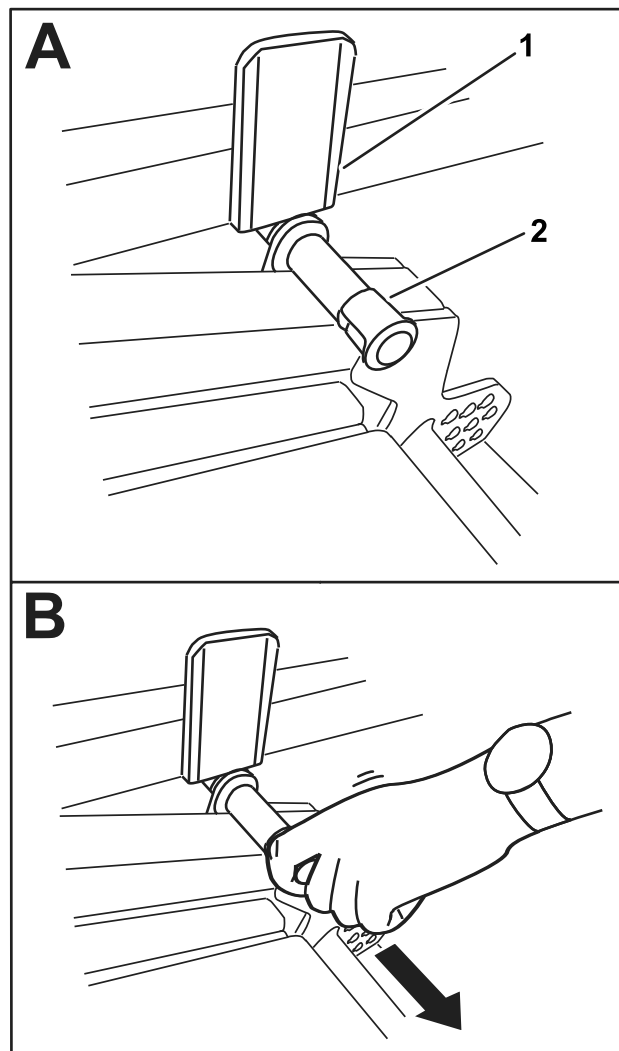

Figura 38
2. Ruotate lentamente l'apparato di taglio verso il basso sinché il perno non entra a contatto con la piastra del braccio di sollevamento (A nella Figura 38).
3. Esercitate una pressione sull'apparato di taglio con il piede, quindi estraete il perno (B nella Figura 38) per consentire all'apparato di taglio di stabilizzarsi nella posizione TRASPORTO.